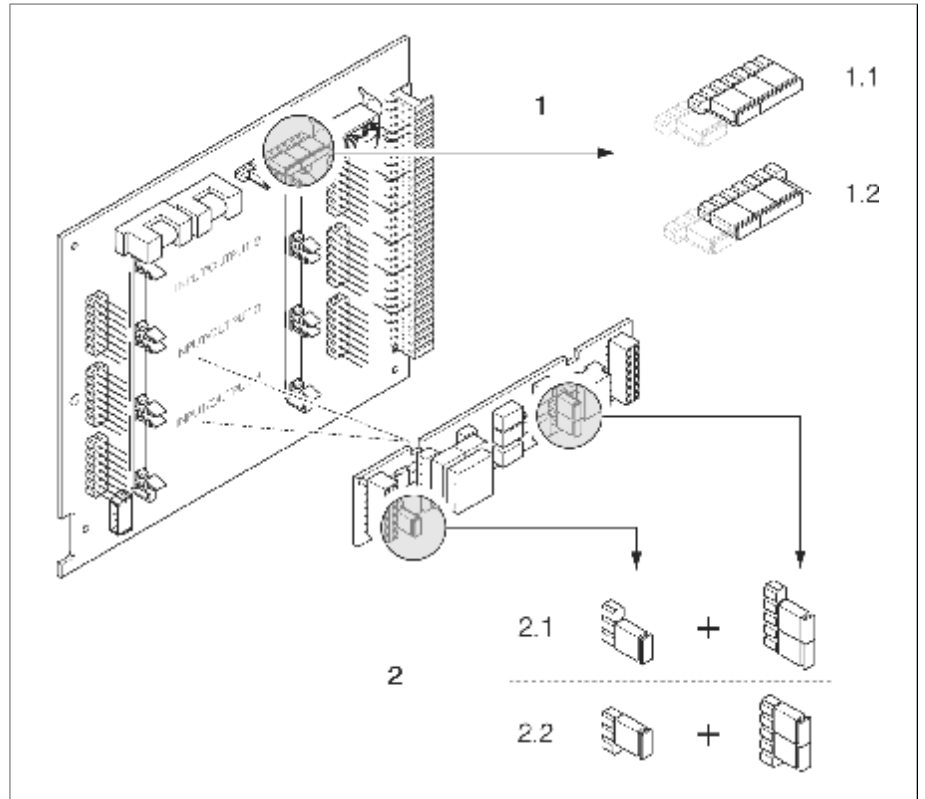

图26: 通过跳针设置电流输出
- 3、根据图 26设置跳线位置
小心损坏测量仪表。严格按照图 26设置跳线位置。跳线位置错误会导致电流过载或者损坏测量仪表或外部连接设备